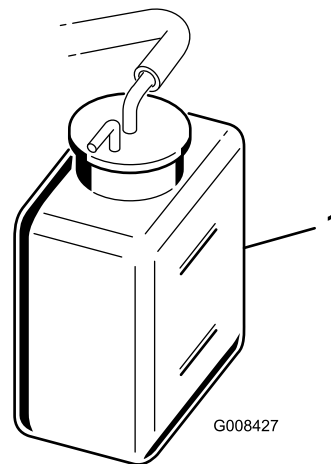

Bild 31
2. Prüfen Sie den Kühlmittelstand (Bild 31). Das Kühlmittel muss sich bei einem kalten Motor zwischen den beiden Linien am Ausdehnungsgefäß befinden.